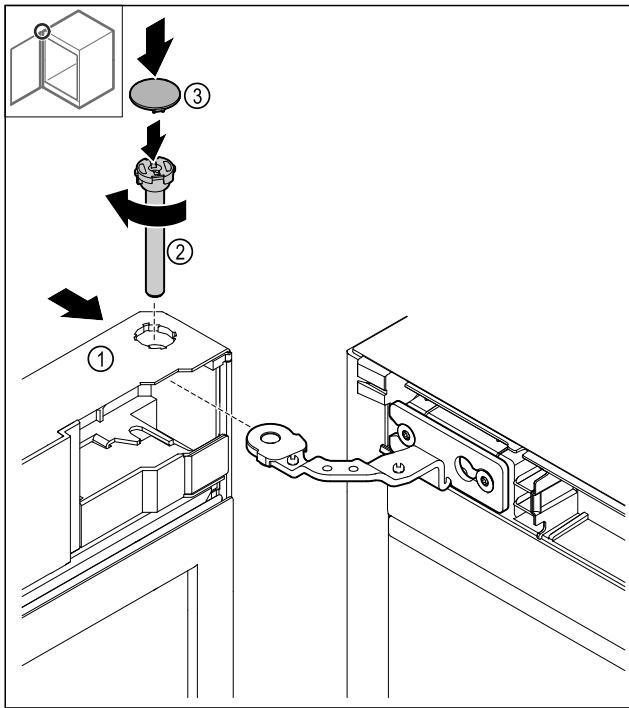

Fig. 43
- Насуньте двері Fig. 43 (1) на шарнір у напрямку згори донизу.
- Вставте палець Fig. 43 (2) і затягніть його за годинниковою стрілкою.
- Установіть кожух Fig. 43 (4).